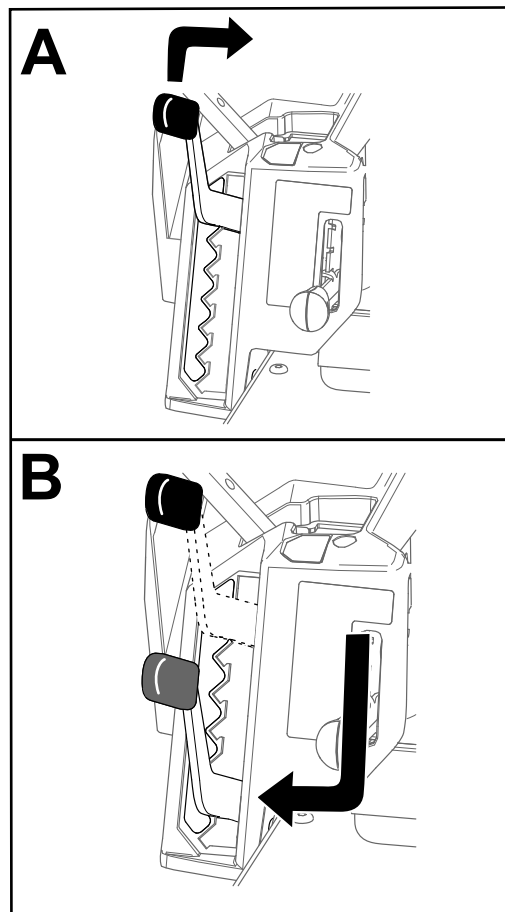

Figura 26
**Nota:** La posición de transporte es la posición de altura de corte más alta, 114 mm (4½"), según se muestra en Figura 26.
Puede ajustar la altura de corte de 38 a 114 mm (1½" a 4½") en incrementos de 13 mm (½"). La altura de corte es controlada por la palanca situada a la derecha del puesto del operador (Figura 26).